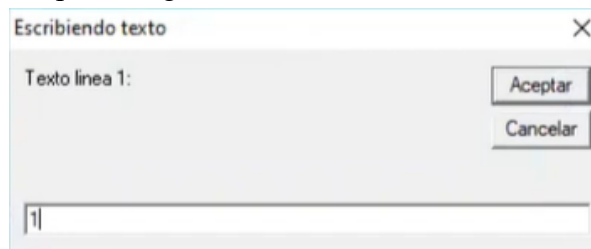

Figura 441. Nombre del vértice.
75. Presionar clic en uno de los vértices. En la ventana desplegada, introducir el nombre del vértice y presionar “Aceptar”. Figura 441.